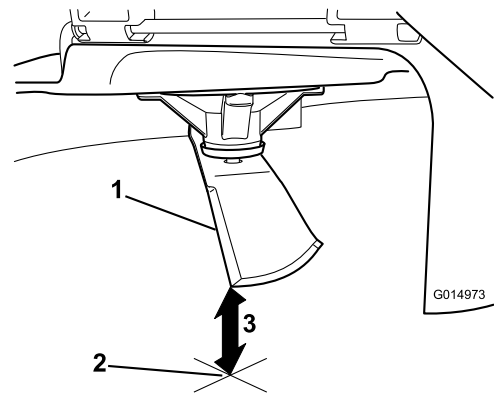

Рисунок 71
3. Измерьте расстояние от конца ножа до плоской поверхности (Рисунок 71).